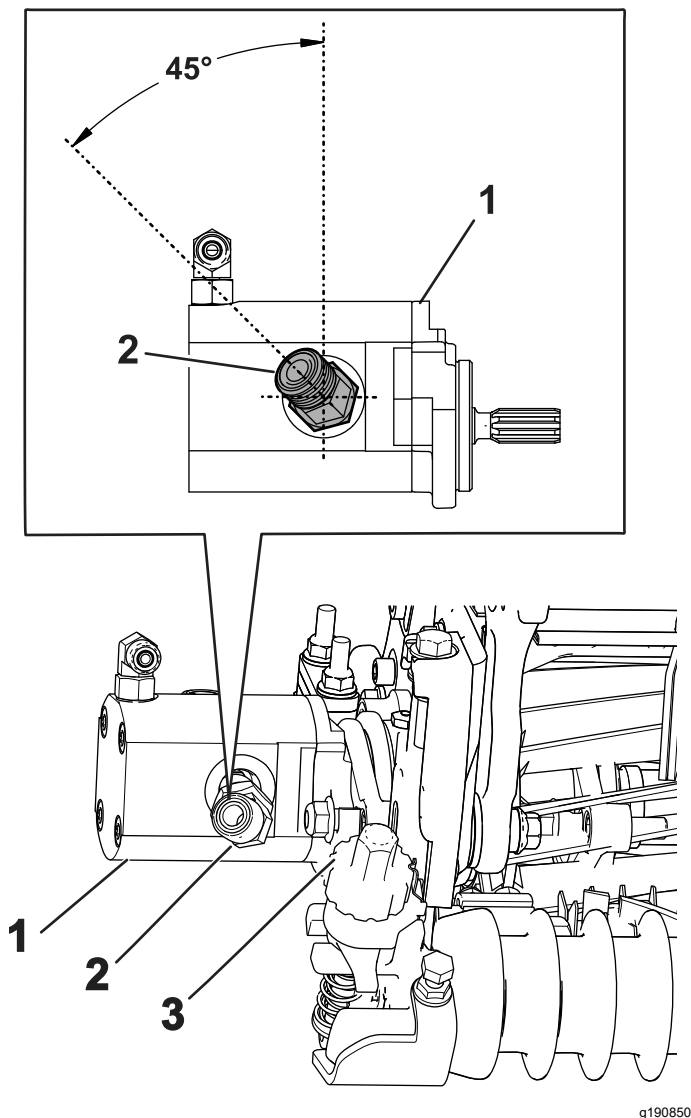

図 21
4. 新しい 45° フィッティングを取り付ける。取り付け角度を図 21 のように調整する。フィッティングを 47-58 N·m 4.8-5.9 kg·m=35-43 ft·lb にトルク締めする。